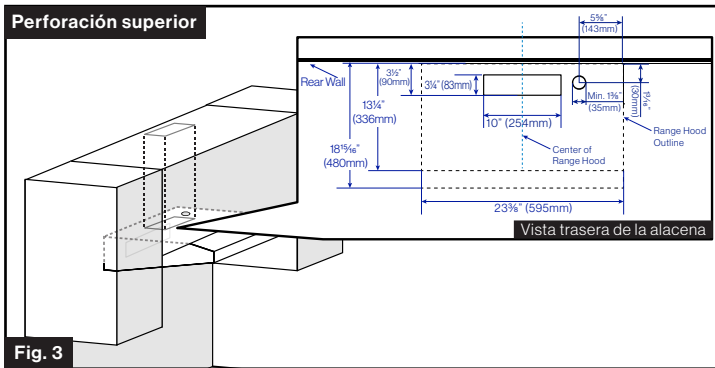

Fig. 3
2. Marque y perforo un orificio de un diámetro mínimo de 1 $\frac{3}{8}$ " (30 mm) en la cara inferior de la alacena. Consulte las dimensiones detalladas en la Fig. 3.